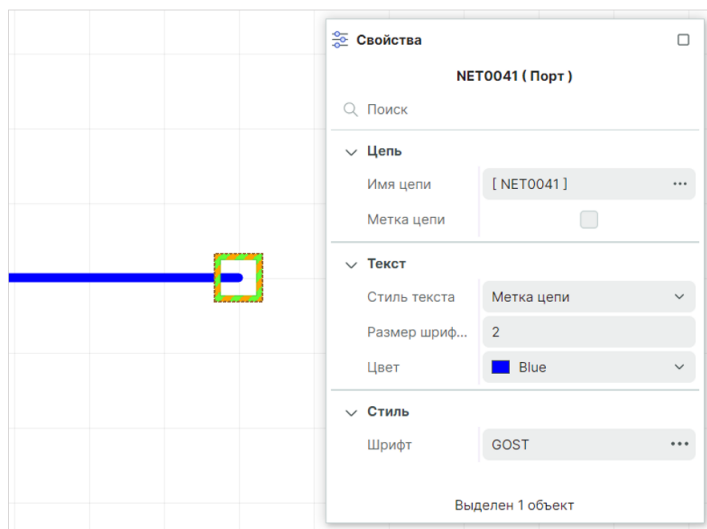

Рис. 128 Символ свободного окончания незавершенной цепи
1. Выделите символ свободного окончания цепи щелчком мыши, см. Рис. 128.